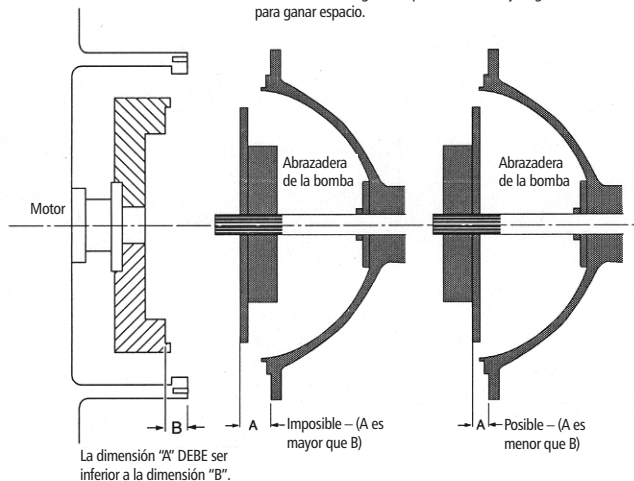

Figura 4
- Mida la distancia existente desde el lado del motor del anillo adaptador de acoplamiento del volante hasta la superficie de montaje de la abrazadera de la bomba. Remítase a la Figura 4 debajo, **Dimensión "A"**.
- Luego, mida la profundidad existente desde la superficie de la cubierta del volante sobre el motor hasta la superficie del volante contra la cual se colocará con pernos el acoplamiento. Remítase a la Figura 4 debajo, **Dimensión "B"**.